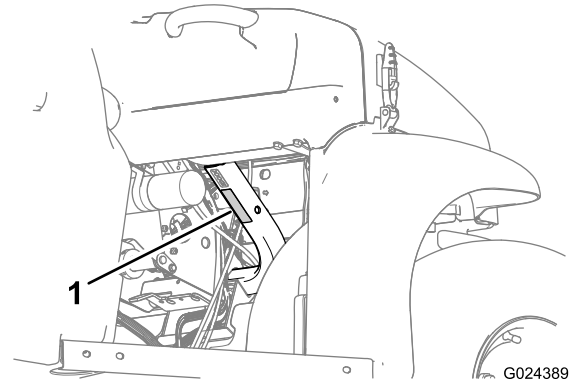

Figura 20
- Observe la capacidad de carga de la máquina y limite el peso de la carga transportada en la plataforma de carga, según se describe en Especificaciones (página 15) y en la etiqueta de peso bruto del vehículo de la máquina (Figura 20).